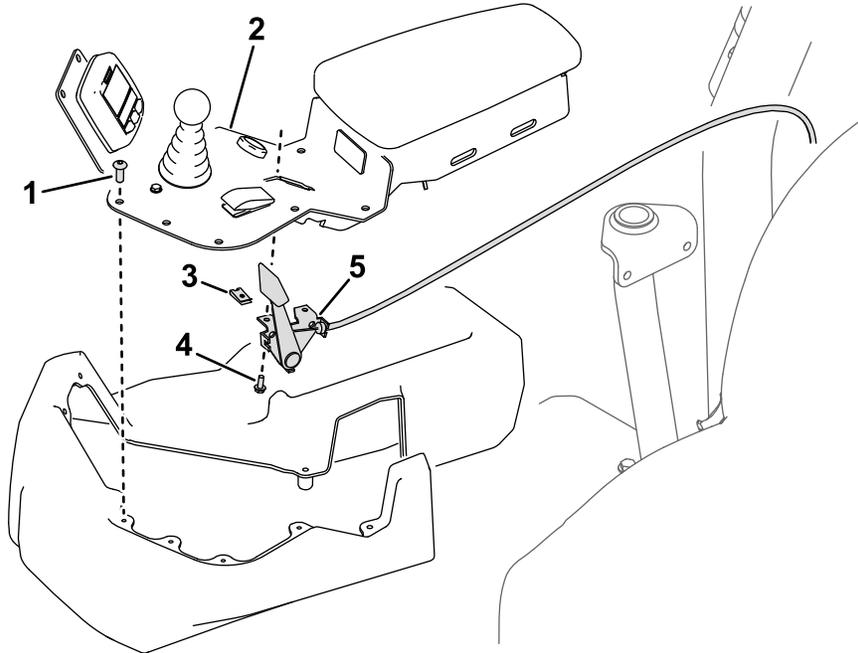

Bild 2
1. Lösen Sie die 10 Halbrundkopfschrauben von der Konsole und entfernen Sie die Konsolenplatte (Bild 2). Bewahren Sie die Schrauben auf.
2. Entfernen Sie die Schrauben und Blechmuttern, mit denen der Chokeyuge an der Konsolenplatte befestigt ist (Bild 2).
Weitere Informationen zu dieser Vorgehensweise finden Sie auf Bild 2.